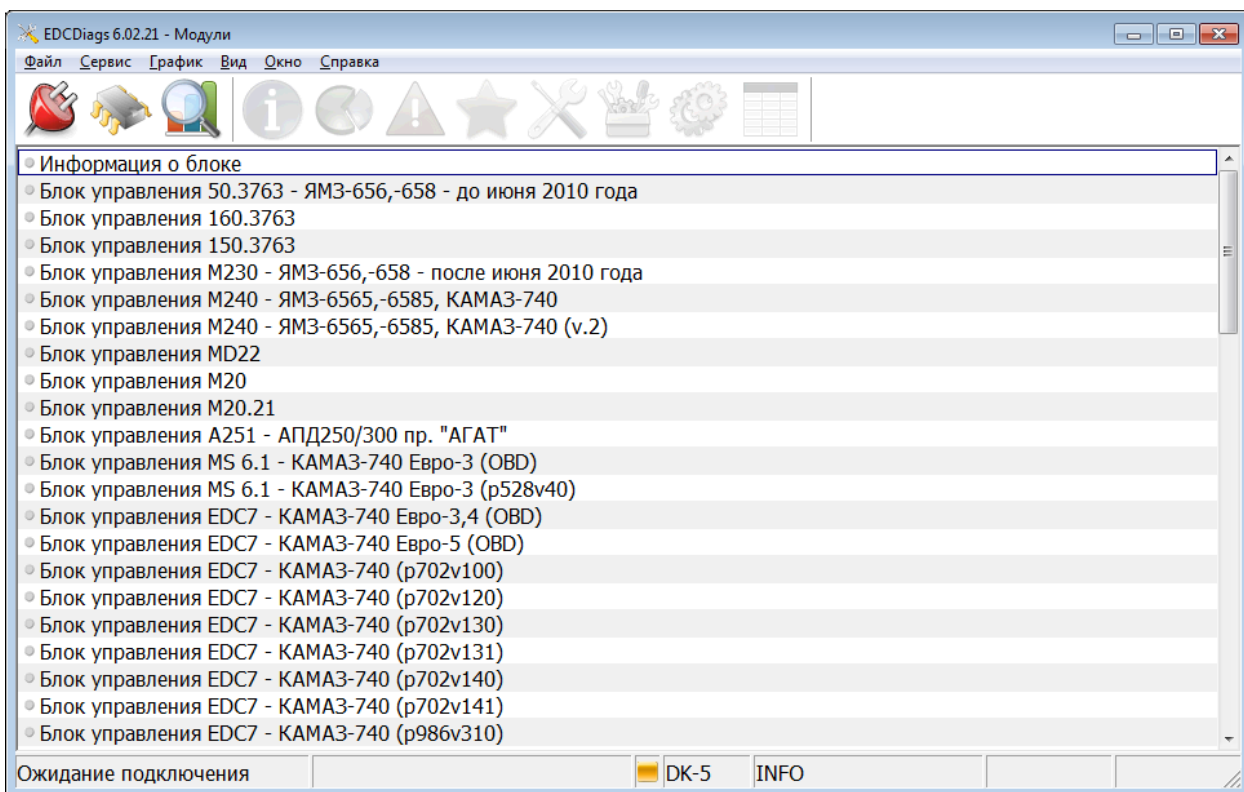

Рис. 3.4
3.3.1. Открыть программу EDCDiags (Рис. 3.4.), выбрать в списке модель блока управления и нажать кнопку «Подключить»  (для определения типа блока управления можно выбрать «Информация о блоке», подключиться и нажать кнопку «Обновить» ).